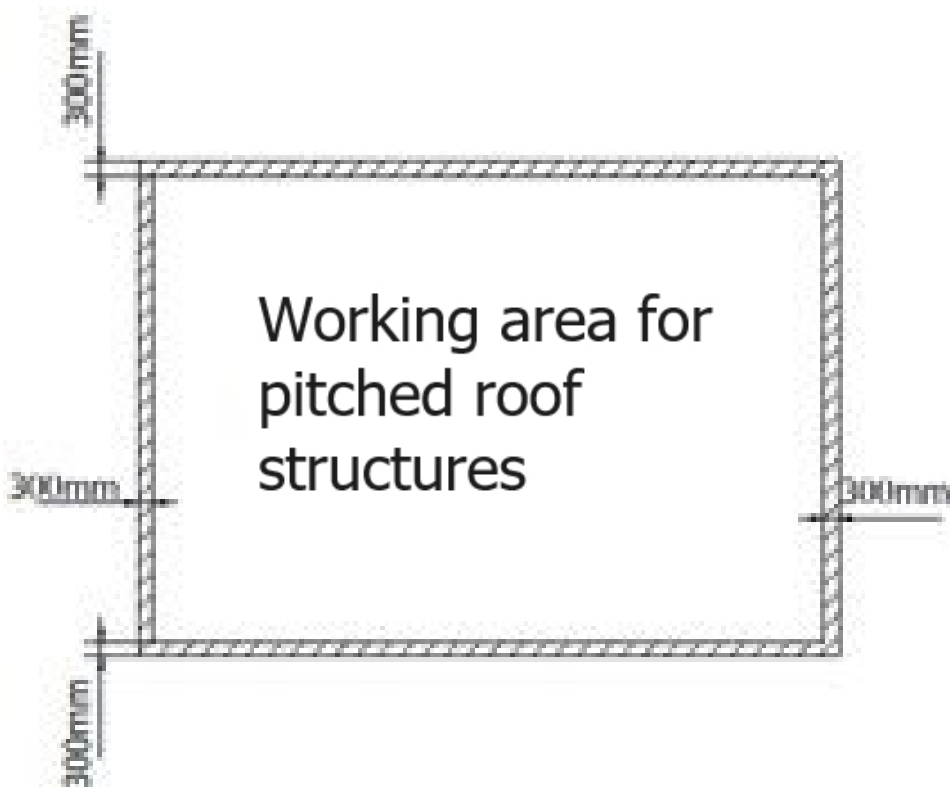

ABB. 1 Arbeitsbereich für Satteldachkonstruktionen
1. Die Anordnung der Module ist so zu gestalten, dass das Auftreten von Schatten auf den Modulen minimiert oder ausgeschlossen wird. Beachten Sie, dass selbst der Schatten von Bäumen oder Gebäuden den Ertrag der Module beeinträchtigen kann. Bei der Montage der Anlage im Sommer ist zu beachten, dass der Schatten von Bäumen und benachbarten Gebäuden im Winter wesentlich weiter reicht. Denken Sie auch daran, den Sicherheitsabstand zur Dachschalung einzuhalten – Abbildung 1